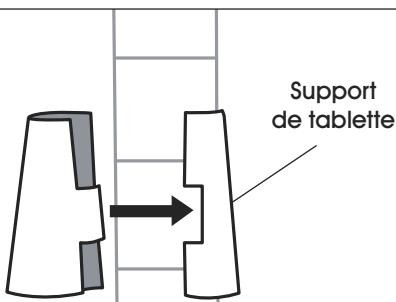

Figure 2
1. Commencez par la tablette la plus basse. Enclenchez les pièces emboîtables d'un support de tablette (extrémité la plus large vers le bas) autour du montant, au niveau de la rainure la plus basse où la tablette doit être installée. Faites glisser le support vers le haut ou vers le bas jusqu'à ce qu'il s'enclenche sur la rainure. Ajoutez un support de tablette au même emplacement sur les montants restants. (Voir Figure 2)